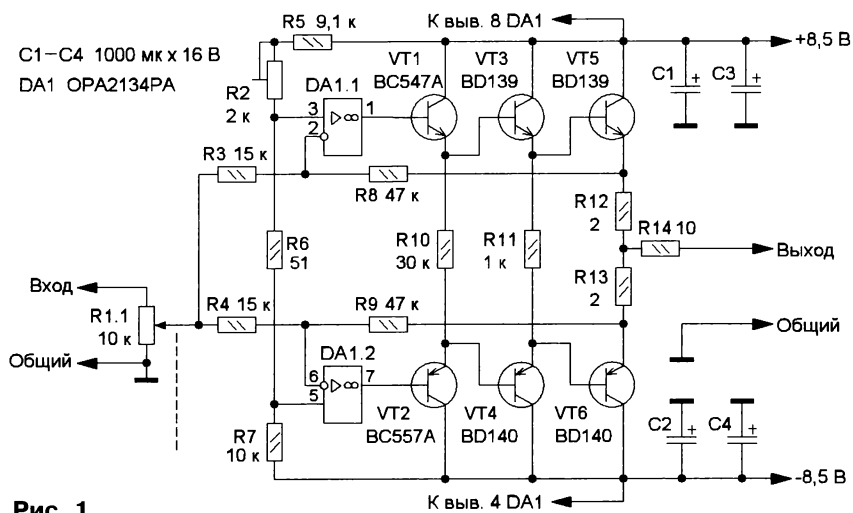

Рис. 1
**УЗЧ.** Схема одного канала усилителя показана на рис. 1. В его состав входят два усилителя напряжения на ОУ DA1.1 и DA1.2, два усилителя тока на транзисторах VT1, VT3, VT5 и VT2, VT4, VT6 и две цепи обратной связи R3R8 и R4R9. На усилители напряжения также возложены обязанности слежения за током покоя и регулирования постоянного напряжения на выходе. В качестве усилителя тока применены эмиттерные тройки на комплементарных транзисторах малой и средней мощности [1]. Цепи обратной связи содержат каждая по два резистора, какая либо частотная коррекция отсутствует.